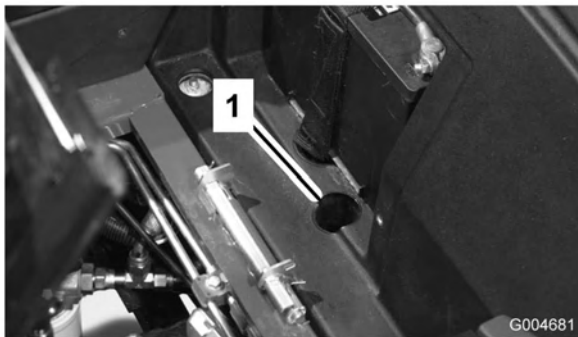

Figura 28
1. Levante o banco e retire a cobertura da bateria. A válvula de derivação encontra-se em frente da bateria (Figura 28).